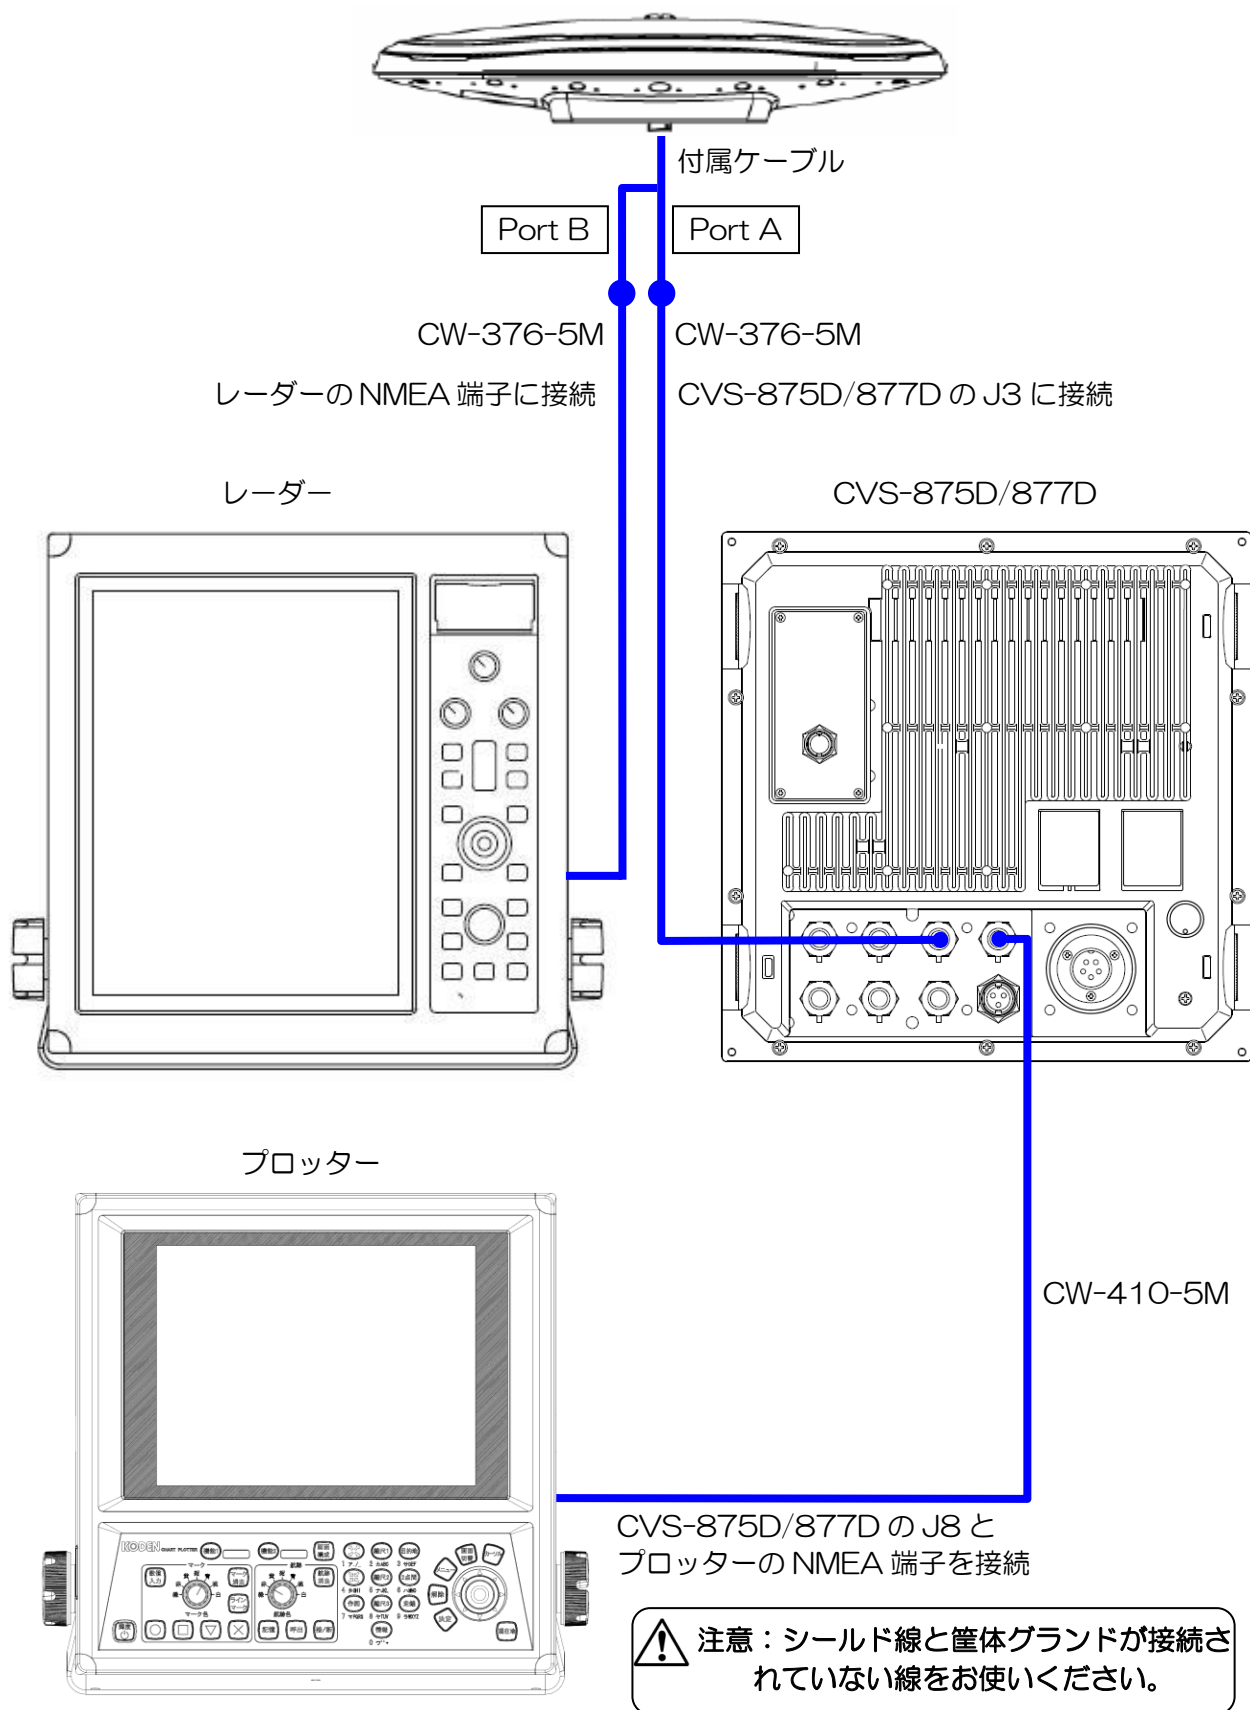
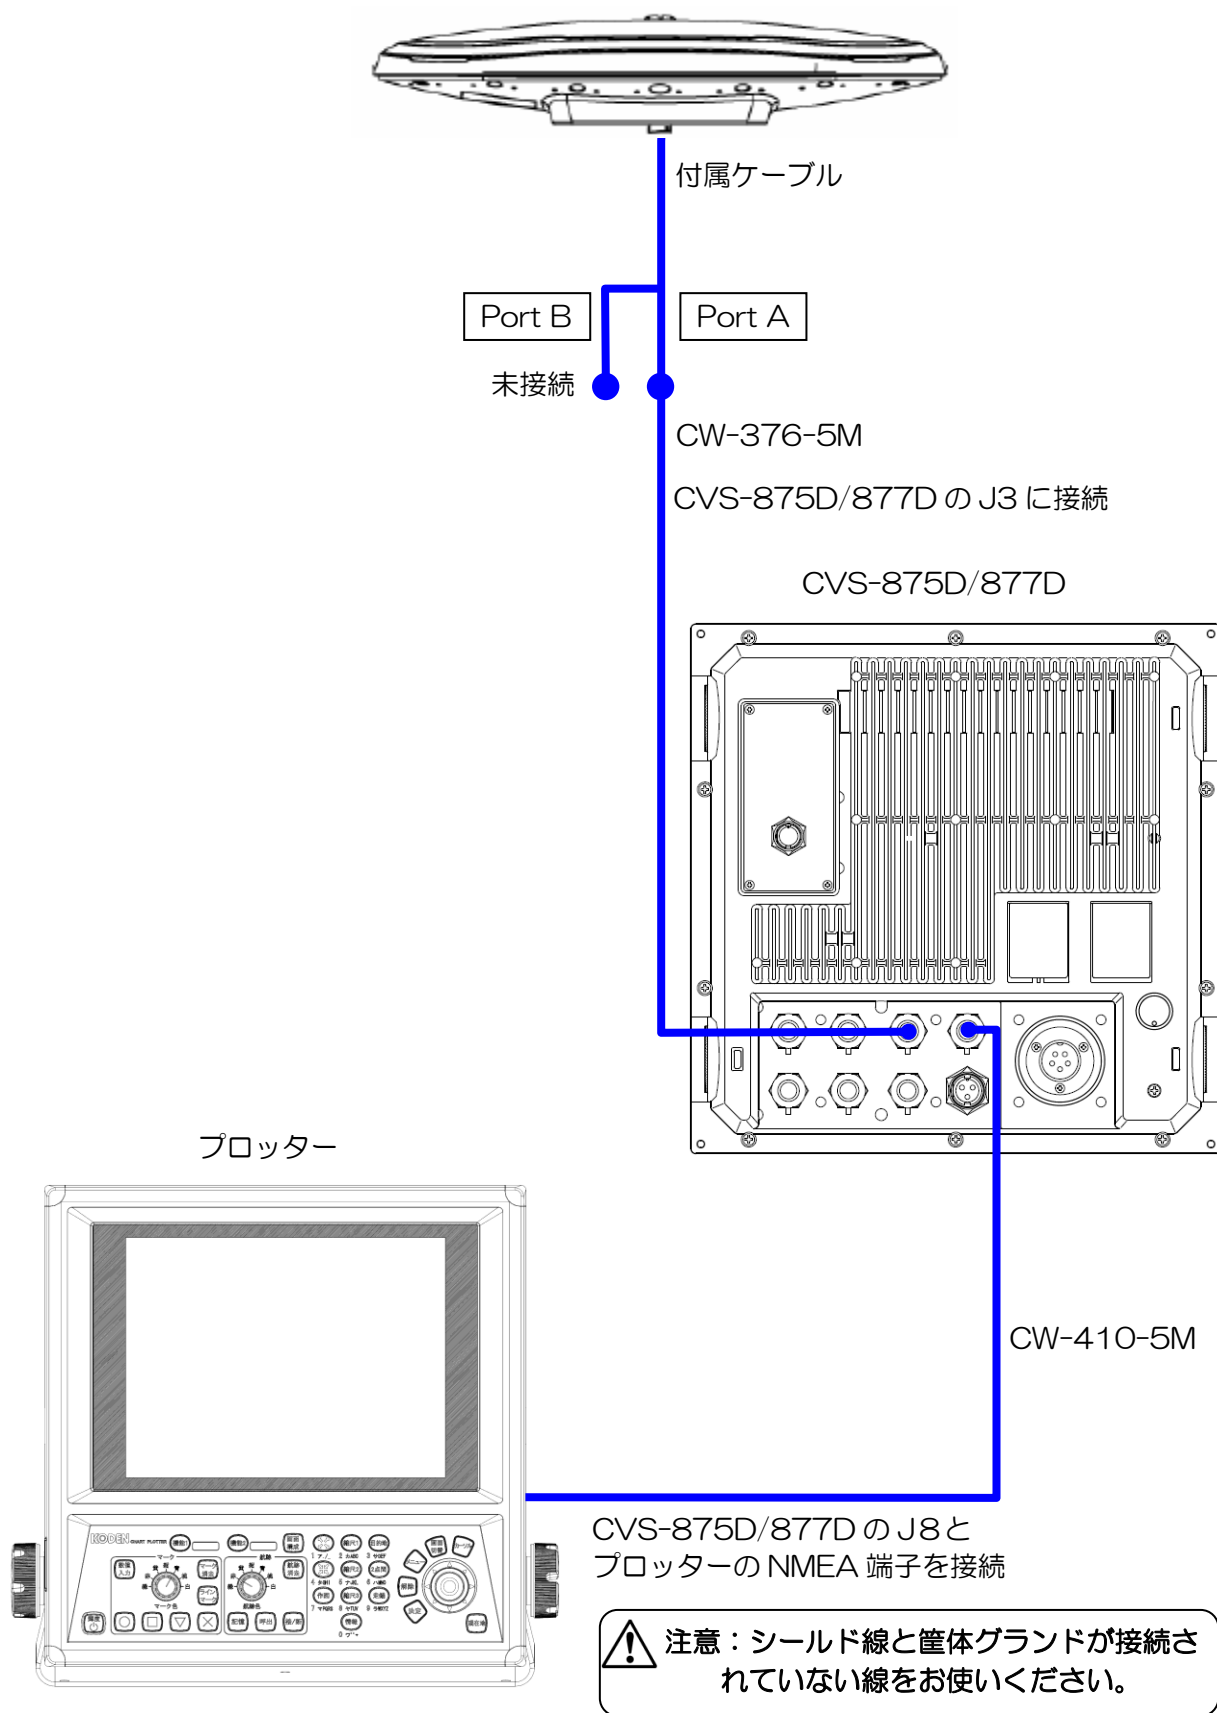

図 1.68 総合接続図 7
図 1.70 総合接続図 9
3) レーダーにも接続し GPS コンパスとして接続する場合は、Port B と半田付けが終了した CW-376-5M をレーダーの NMEA 端子へ接続してください。(図 1.68 総合接続図 7 参照)
それ以外の場合は PortB との接続の必要はありません。(図 1.70 総合接続図 9 参照)
4) 図 1.68 総合接続図 7～図 1.70 総合接続図 9 を参照して、CVS-875D/877D の J8 端子と NMEA で通信する他の機器を接続してください。